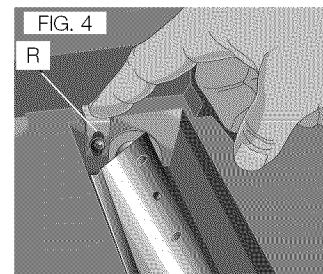

FIG. 5
8. Use la llave en T para quitar los ocho tornillos de la abrazadera de las cuchillas y colóquelas en la charola para tornillos pequeños (S) que está en el panel frontal de la cepilladora (Fig. 5).